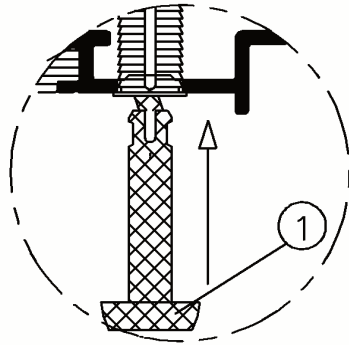

Bild 7a. Einklippsen des Magnetschalters
Fädeln Sie die Leitung des Magnetschalters (1) durch (3). Durch Einklippsen im Dübel wird der Magnetschalter sicher montiert (Bild 7a).